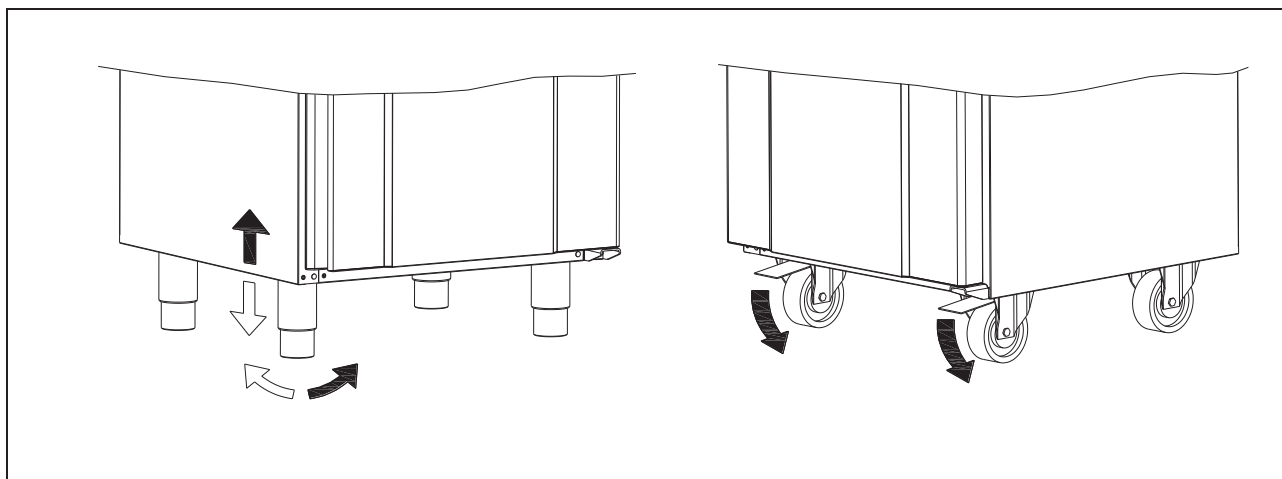

Fig. 3
Om enheten försetts med ben ska enheten nivelleras så att den står helt plant. Nivelleringen genomförs med hjälp av enhetens ben. (se Fig.3)
Om enheten försetts med hjul ska de två (2) främre hjulens låsanordning aktiveras, när enheten är placerad. Underlaget ska vara plant och enheten får inte placeras på ramar eller liknande. (se Fig.3)